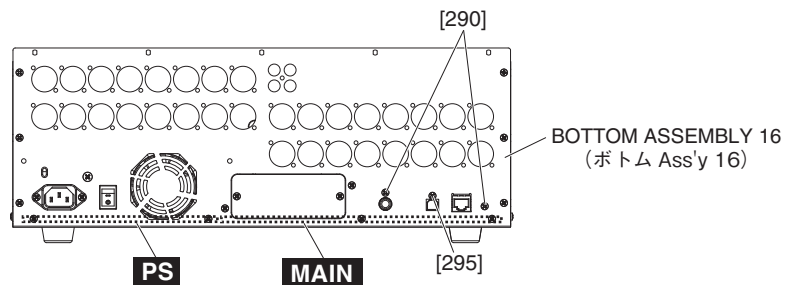

Fig. 8 (図8)
- A-4-6 Remove the two (2) screws marked [290] and the screw marked [295] and ten (10) screws marked [310], the hexagonal spacer marked [320]. The MAIN circuit board can then be removed. (Fig. 8)
- * **When installing the screws marked [310], tighten the screws A shown in Fig. 8 and then tighten the other screws.**
- A-4-6 [290] のネジ 2 本と [295] のネジ 1 本と [310] のネジ 10 本と [320] の六角スペーサ 1 本を外して、MAIN シートを外します。(図 8)
- ※ MAIN シートを取り付ける際は、[290] のネジと [295] のネジを締めてから [310] のネジを締めてください。[310] のネジは、図 8 に示す A のネジを締めてから他のネジを締めてください。
- A-5-8 Remove the ten (10) screws marked [200]. The PS circuit board can then be removed. (Fig. 8)
- * **When installing the PS circuit board, tighten the screws **a** to **b** shown in Fig. 8 in numerical order and then tighten the other screws.**
- A-5-8 [200] のネジ 10 本を外して、PS シートを外します。(図 8)
- ※ PS シートを取り付ける際は、図 8 に示す **a**、**b** の順にネジを締めてから他のネジを締めてください。